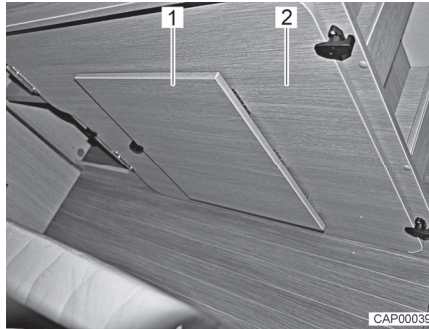

Bild 40 Einlegebrett am rechten Bettkasten
- Zusätzliches Einlegebrett (Bild 40,2) vom rechten Bettkasten im Heck abnehmen.
- Fußstütze (Bild 40,1) am Einlegebrett ausklappen.